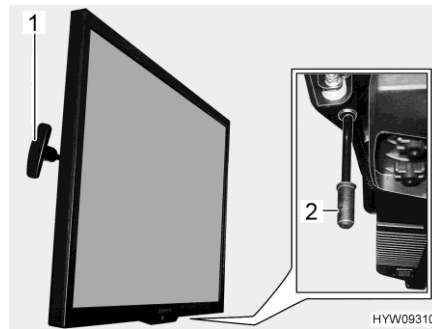

Bild 95 Flachbildschirm
- Griff (Bild 95,1) ziehen und halten. Der Flachbildschirm ist entriegelt.
- Griff (Bild 95,2) nach unten ziehen und halten. Der Flachbildschirm ist entriegelt.